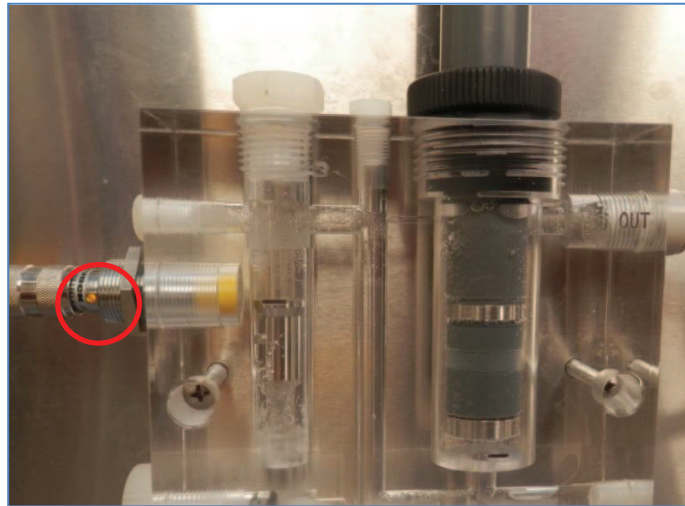

Figura 23. Indicador de Flujo
9. Abrir la válvula de regulación del Sensor de Cloro Residual hasta que se encienda el indicador de flujo como se indica en la Figura 23.